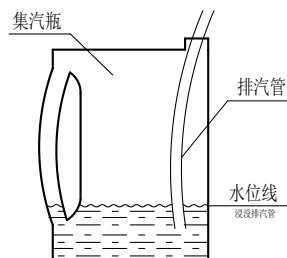

图 6 集气瓶注水说明示意图
- 取下设备左侧的集气瓶，注入适量冷水，供设备排汽冷却用。将集气瓶放回原位（排汽管插入集气瓶内，并浸没）。如下图 6 所示：